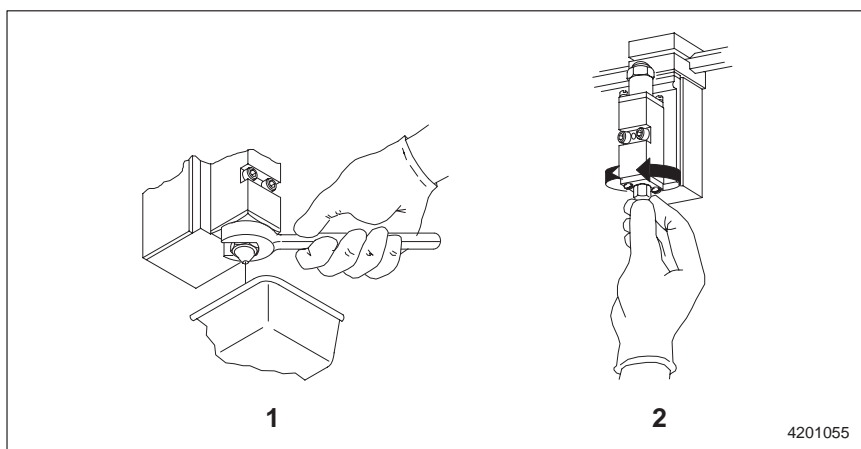

Fig. 4-1 Dépose d'une buse
4. Consulter la figure 4-1. Desserrer la buse à l'aide d'une clé à fourche (1), puis la retirer à la main (2).